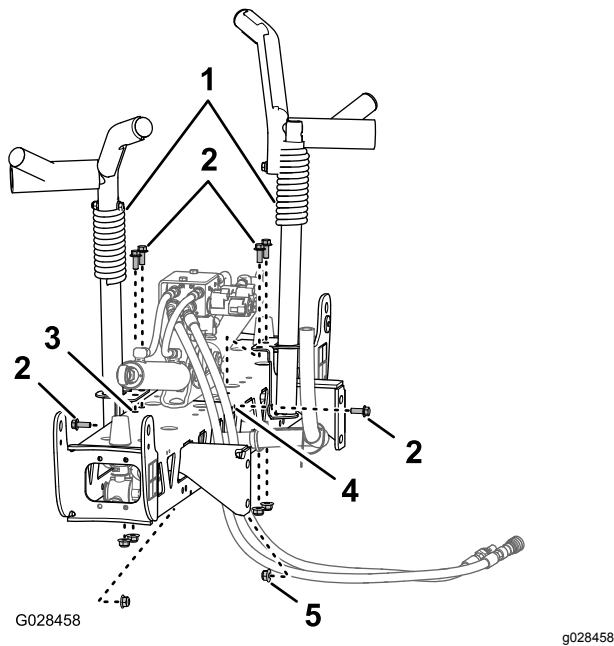
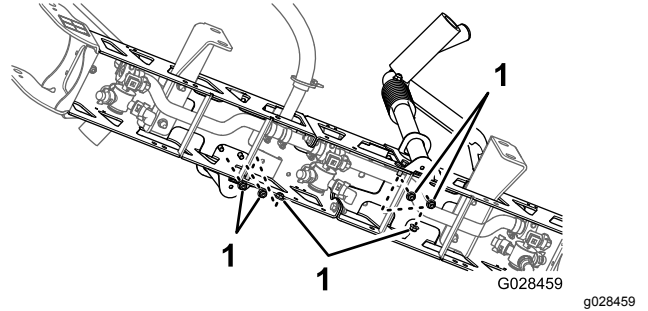

Figura 37
Figura 38
2. Allineate le barre per il trasferimento alla sezione della barra centrale (Figura 37).
3. Montate le barre per il trasferimento alla sezione della barra (Figura 37 e Figura 38) con 6 bulloni ($\frac{3}{8}$ " x 1") e 6 dadi di bloccaggio flangiati ($\frac{3}{8}$ ").